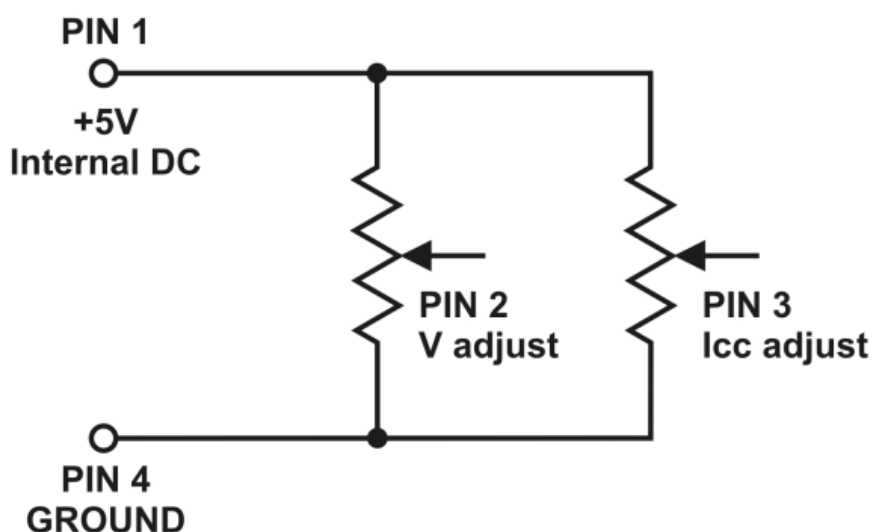

Figure 6 – Utilisation de résistance variables 5 k Ω
2. Préparez deux résistances variables de 5 k Ω et branchez les câbles des broches 1, 2, 3 et 4 comme indiqué sur la Figure 6.